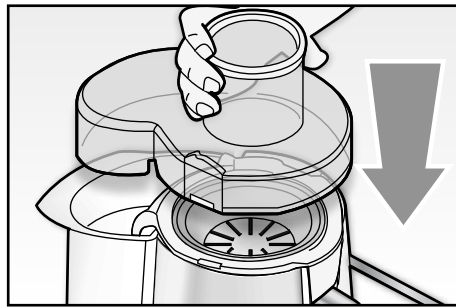

Fig. 5
- Posizionare il coperchio (I) in modo che le proprie alette laterali si innestino perfettamente nelle fessure presenti sul portafiltro (C) (Fig. 5) ed assicurarsi che copra perfettamente anche il raccogliore polpa (H) premendolo leggermente verso il basso.